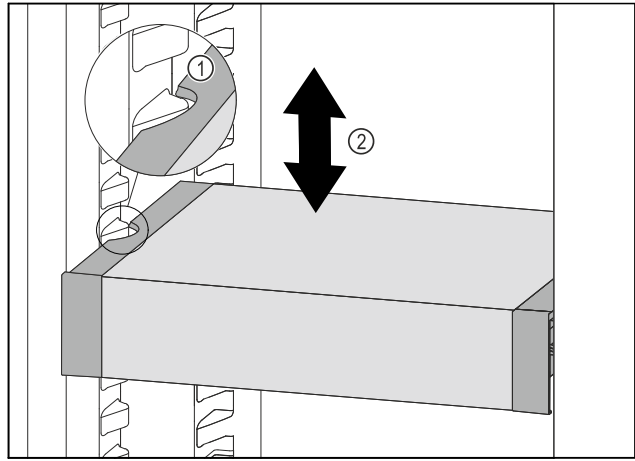

Fig. 78
- ▶ Тяните VarioSafe вперед, пока боковые выемки VarioSafe не окажутся на высоте выступа резервуара в холодильном отделении. Fig. 78 (1)
- ▶ Двигайте VarioSafe в холодильном отделении вверх или вниз, пока не будет достигнута требуемая высота. Fig. 78 (2)